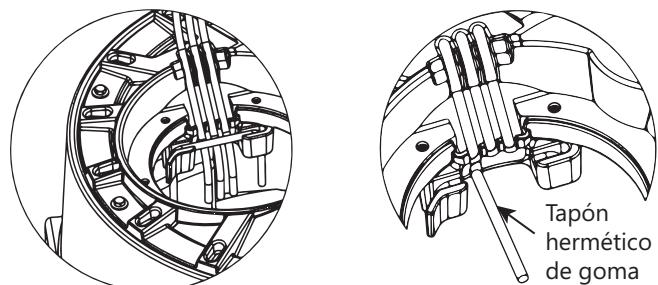

Figura 7. Sello de cable adecuado detrás de la varilla QuickTree
**Sistema de sello de cable integrado:** Es importante que los cables de los motores de la bomba y el interruptor de flotador, y el flotador de alarma opcional estén sellados en los canales de sellado de caucho especialmente diseñados debajo de la cubierta de acceso. Se requiere un sellado apropiado para evitar que el gas del alcantarillado se filtre del sistema. Coloque los cables de forma segura en los canales de goma como se muestra en la Figura 7 [izquierda], teniendo cuidado de eliminar la "holgura" excesiva del cable desde el interior del sistema.
**IMPORTANTE:** se proporcionan tres canales de cable. Para los sistemas sin la opción de alarma, solo se utilizan dos canales y el tercero debe estar "enchufado" con un sello de tapón de goma conectado. Ver la Figura 7 [derecha]. Si el cable de alarma está presente, se usarán los tres canales. Todas las juntas de cubierta de goma están fijadas permanentemente y no requieren reemplazo.